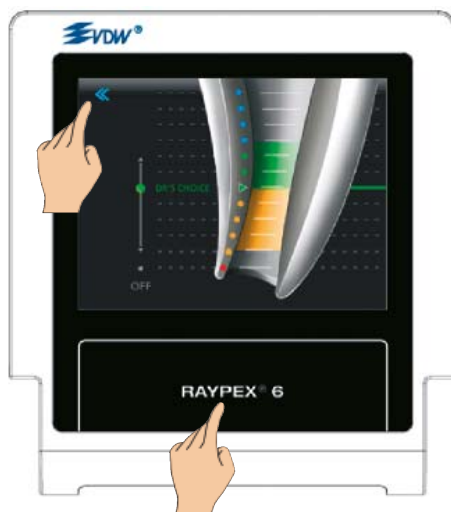

Fig. 26 Uscita dalla funzione DR'S CHOICE
- Per uscire dalla funzione DR'S CHOICE, toccare leggermente l'icona della freccia all'indietro o l'icona "home" del RAYPEX® 6 (Fig. 26).